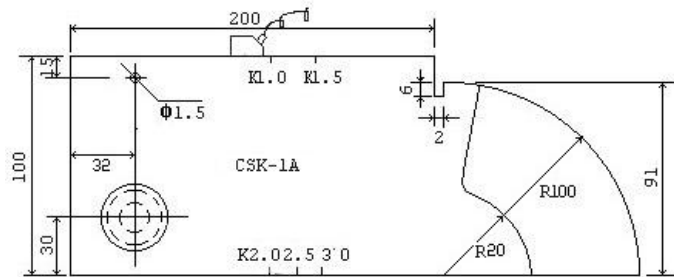
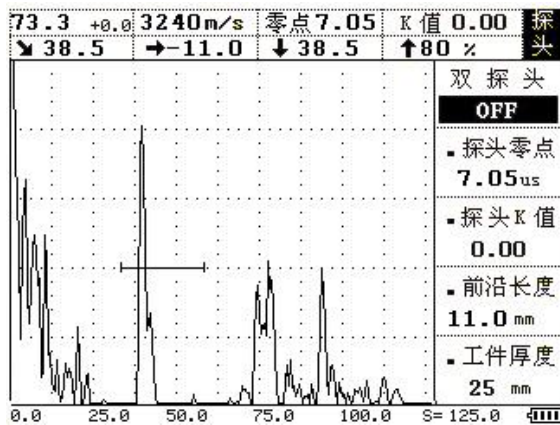
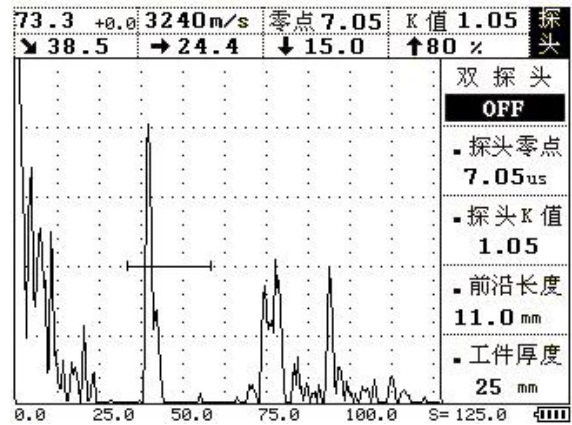

图 4-7
图 4-8
图 4-9
5、校准探头 K 值（角度）：将探头放在试块上并移动如图 4-7，使得 $\phi 1.5\text{mm}$ 的圆弧面的反射回波达到最高，在屏幕的右上显示垂直深度值，如这一数值不等于 15mm，如图 4-8，按 **探头** 键进入探头菜单，按 **▲**（上）或 **▼**（下）键调整到探头 K 值子菜单，再用 **◀**（左）或 **▶**（右）键调整，使数值等于 15mm。或者直接按 **波峰记忆** 键，自动校准探头 K 值。如图 4-9 所示探头 K 值校准完成。